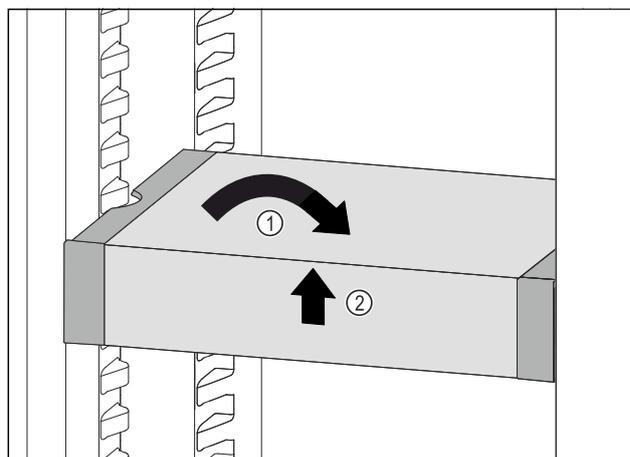

Fig. 84
- ▶ Collocare VarioSafe in maniera dritta. Fig. 84 (1)
- ▶ Sollevare VarioSafe dal lato anteriore. Fig. 84 (2)